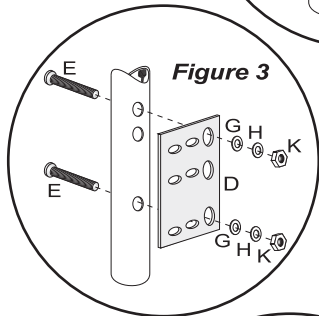

Figure 3
Attach Adapter Plate (D) to each Leg Extension (C), using 2 Long Allen Bolts (E), 2 Metal Washers (G), 2 Spring Washers (H) & 2 Hex Nuts (K) per each plate. Tighten all bolts. See Figure 3.
Fixation de la plaque adaptateur (D) à chaque extension jambe (C), en utilisant deux long boulons Allen (E), 2 rondelles de métal (G), 2 rondelles à ressort (H) et 2 écrous (K) par chaque assiette. Serrez tous les boulons. Voir Figure 3.